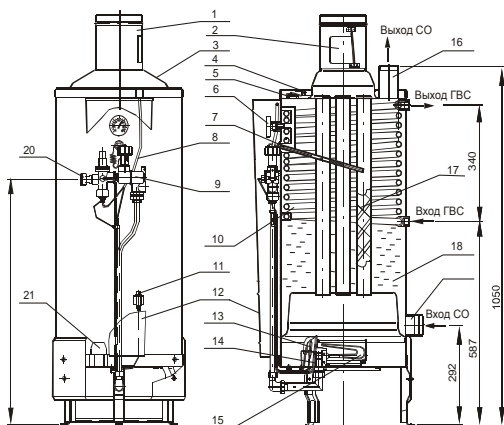
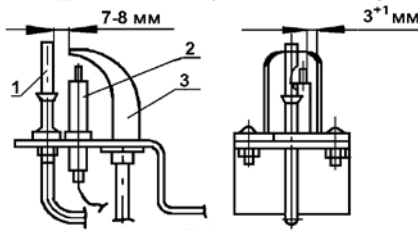

Рис. 1 Аппарат комбинированный (отопительный) газовый бытовой Универсал
Рис.3 Устройство запальное
4.1. Аппарат напольного типа имеет цилиндрическую форму. На лицевой стороне установлена дверка 12 (Рис.1).
4.3. Тягопрерыватель 1 (Рис.1) предназначен для автоматической стабилизации величины разрежения в топке аппарата, т.е. уменьшения влияния колебания величины разрежения в дымоходе на тягу в топке аппарата. Для успешной работы дверца тягопрерывателя 2 (Рис.1) должна легко вращаться на оси.
4.5. Автоматика по тяге и перегреву состоит из датчика тяги 4 (Рис.1) (биметаллическая пластина с микровыключателем), укрепленного на крышке бака, защитного термостата 5 (Рис.1) и проводов 4, соединяющих микровыключатель датчика тяги и защитный термостат с автоматикой аппарата 9 (Рис.1). Защитный термостат обеспечивает автоматическое аварийное отключение подачи газа при нагреве воды в баке $93\text{ }^{\circ}\text{C} \pm 100\text{ }^{\circ}\text{C}$. После остывания воды в баке до температуры $60\text{ }^{\circ}\text{C} - 70\text{ }^{\circ}\text{C}$ защитный
4.6. Устройство запальное Рис.3 предназначено для крепления запальника, термопары, свечи зажигания и розжига основной горелки. Для обеспечения воспламенения газа зазор между электродом свечи зажигания и запальником должен быть в пределах 3 ± 1 мм.
5.10. Во избежание самопроизвольного срабатывания датчика тяги колпак 3 (Рис.1) не должен касаться биметаллической пластины датчика тяги.
6.8. Установите аппарат вертикально, и проверьте вертикаль по уровню. Установите зеркало 21 (Рис.1) в нижней части бака.
6.9. Установите на аппарат тягопрерыватель 1 (Рис.1), обеспечив его строго вертикальное положение. Конец дверцы тягопрерывателя 2 (Рис.1) не должен выступать наружу и должен отклоняться от номинального положения внутрь тягопрерывателя не более чем на 1 - 2 мм. Дверца тягопрерывателя должна легко вращаться на оси. Колпак 3 (Рис.1) не должен касаться биметаллической пластины датчика тяги 4 (Рис.1).
6.12. Проверьте работу пьезорозжига. При нажатии на кнопку пьезорозжига 11 (Рис.1) должна проскакивать искра между электродом свечи 2 (Рис.3) и запальником 3 (Рис.3).